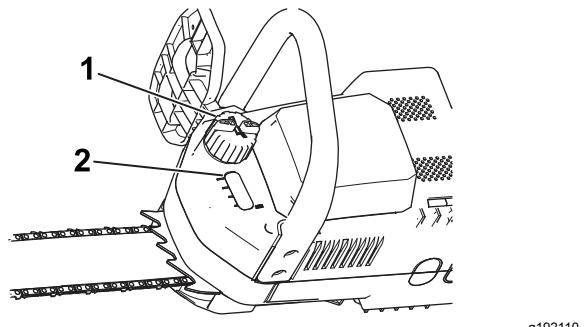

Figure 26
- Vérifiez le niveau d'huile par le regard. Si vous ne voyez pas d'huile dans le regard, faites l'appoint avec de l'huile pour guide-chaîne et chaîne (Figure 26).
- Nettoyez la surface autour du bouchon d'huile (Figure 26).
- Enlevez le bouchon et versez de l'huile dans la tronçonneuse jusqu'à ce qu'elle arrive en haut du regard de niveau (Figure 26).